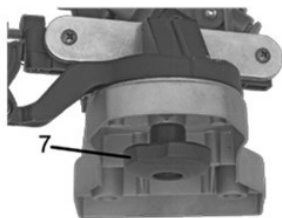
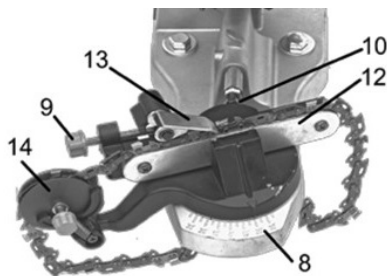

Рисунок 4
Рисунок 5
- встановіть ланцюг провідними ланками в пази напрямної опори (12, рисунок 5) та натяжного ролика (14, рисунок 5) таким чином, щоб зубці ланцюга різальними кінцями були спрямовані вправо;
- послабте фіксатор положення робочого стола (7, рисунок 4) і встановіть необхідний кут заточування в діапазоні від -35° до +35° за шкалою (8, рисунок 5), залежно від типу ланцюга, рядності зубців, з якої починається заточування та передбачених параметрів роботи ланцюга. Затягніть фіксатор положення робочого стола;
- опустіть відкидний клиновий упор (13, рисунок 5) в робоче положення, так щоб він точно фіксував поздовжнє положення зуба, з якого планується почати заточування ланцюга;
- протягуючи ланцюг по напрямній вправо, підведіть до зони заточування наступний зуб з таким же кутом заточування (він буде через один від першого заточеного зубця). Завдяки роботі натяжного ролика (14, рисунок 5) зубець, який підлягає заточуванню повинен автоматично упертися своєю задньою стороною в клиновий упор, забезпечуючи точне положення. Виконайте заточування різальної кромки цього зубця. Послідовно заточуйте усі зубці одного ряду з даним кутом заточування;
- переналаштуйте кут заточування на протилежний для другого ряду різальних ланок, відрегулюйте гвинтом (9, рисунок 5) величину зняття металу з різальної кромки зубця. Виконайте послідовне заточування всіх зубців ланцюга з даним кутом заточування.